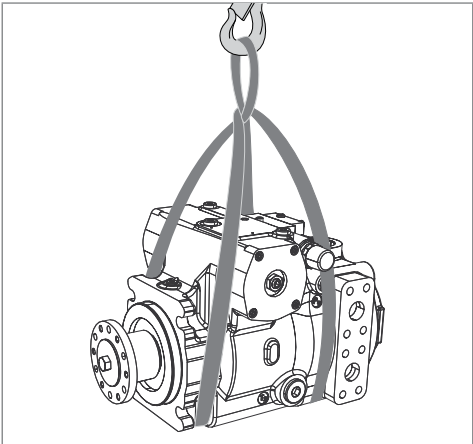

图 6： 使用吊带搬运
- ▶ 将吊带缠绕在轴向柱塞单元上，但请勿将吊带置于附件（如阀、管道）之上，也不要通过此类附件吊挂轴向柱塞单元（参见 图 6）。